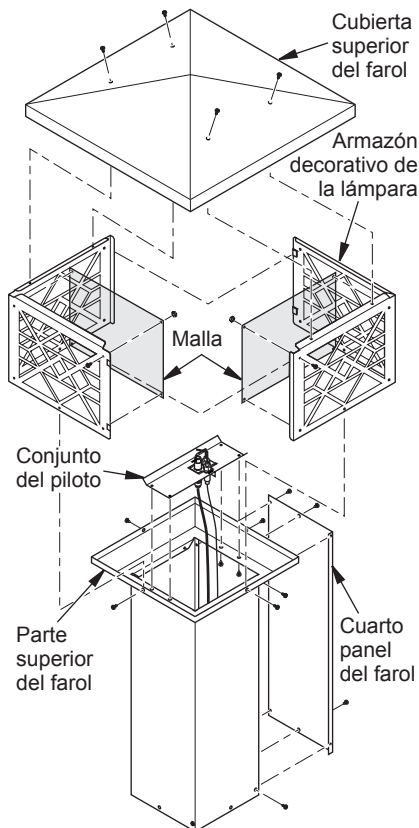

Figura 7 - Cómo fijar el piloto y el armazón
5. Coloque el conjunto del piloto sobre la parte superior del farol, como se muestra en la figura 7. Fijelo con 4 tornillos (H). Verifique las conexiones de los cables antes de continuar.
6. Fije las 4 mallas de armazón de la lámpara a los armazones de la lámpara con 4 tornillos (F) y 4 tuercas (G) cada una como se muestra en la figura 7, página 6. Se muestran sólo 2 de las 4 mallas.
7. Coloque los armazones decorativos de la lámpara sobre la parte superior del farol (consulte la figura 7, página 6). Asegúrese de que las pestañas estén en la parte superior. Deslice las lengüetas del armazón juntas y luego inserte 4 tornillos (H) a través de los orificios que se encuentran en la parte posterior del farol y en los orificios inferiores de las piezas del armazón (consulte la figura 7, página 6). Apriete todos los tornillos.
8. Fije la cubierta superior del farol al conjunto de los armazones con 4 tornillos (H), como se muestra en la figura 7, página 6.
7. Fije el cuarto panel del farol al conjunto con 4 tornillos (H), como se muestra en la figura 7, página 6.